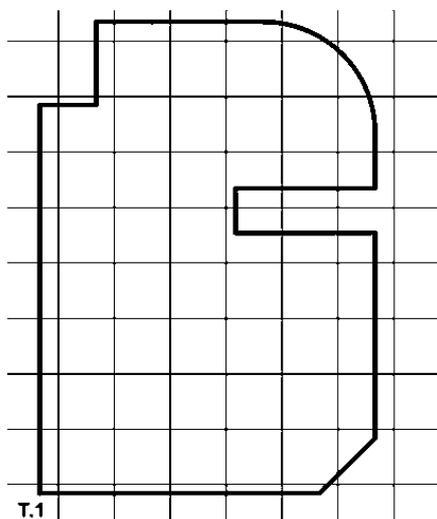

Рис. 54. Создание контура
2. Создание контура (рис. 54):